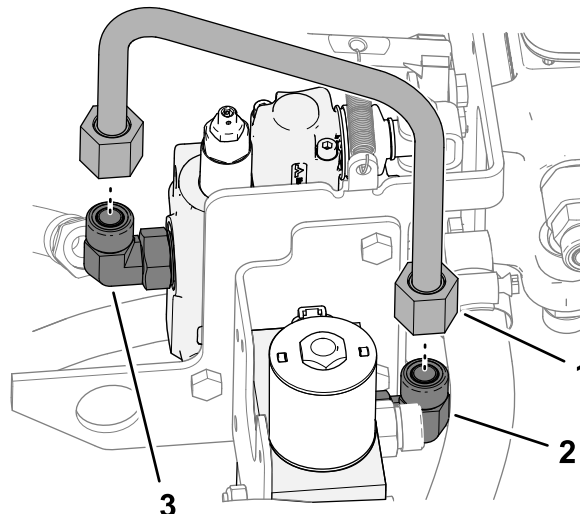

Figura 21
1. Monte el tubo en forma de U al acoplamiento de 90° en el puerto P de la válvula auxiliar y el acoplamiento de 90° en el puerto A de la válvula de bajo caudal (Figura 21).